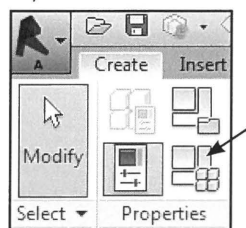

Fig. 06.07. Family Types.
- Klik på *Family Types*, for at se om parameteren vi har påsat virker (Fig. 06.07).